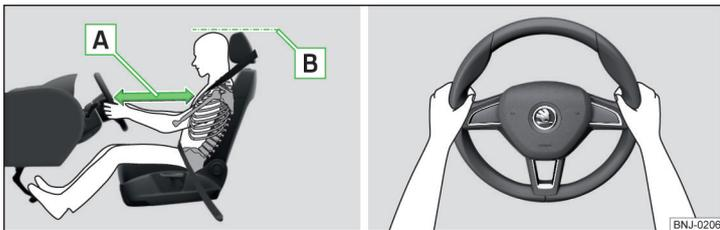

Fig. 2 Posición de asiento correcta del conductor / Sujeción correcta del volante
- ✓ Ajustar el volante de tal modo, que la distancia **A** entre el volante y el estornón sea, como mínimo, de 25 cm » fig. 2.
- ✓ Ajustar el reposacabezas de tal modo, que el borde superior del mismo se encuentre dentro de lo posible a la misma altura que la parte superior de su cabeza **B** » fig. 2 (no es válido para asientos con reposacabezas integrados).
- Durante la conducción, sujete el volante con ambas manos por el borde exterior de los lados en las posiciones de las "9" y "3" horas » fig. 2. No sujete nunca el volante en la posición de las "12 horas" o de cualquier otro modo (p. ej., en el centro o en el borde interior del volante, etc.). Al activarse el airbag del conductor se pueden sufrir lesiones graves en los brazos, las manos y la cabeza.
- ✓ Ajustar el reposacabezas de tal modo, que el borde superior del mismo se encuentre dentro de lo posible a la misma altura que la parte superior de su cabeza **B** » fig. 2 de la pág. 9 (no es válido para asientos con reposacabezas integrados).
- ✓ Ajustar el reposacabezas de tal modo, que el borde superior del mismo se encuentre de ser posible a la misma altura que la parte superior de la cabeza **B** » fig. 2 de la pág. 9.